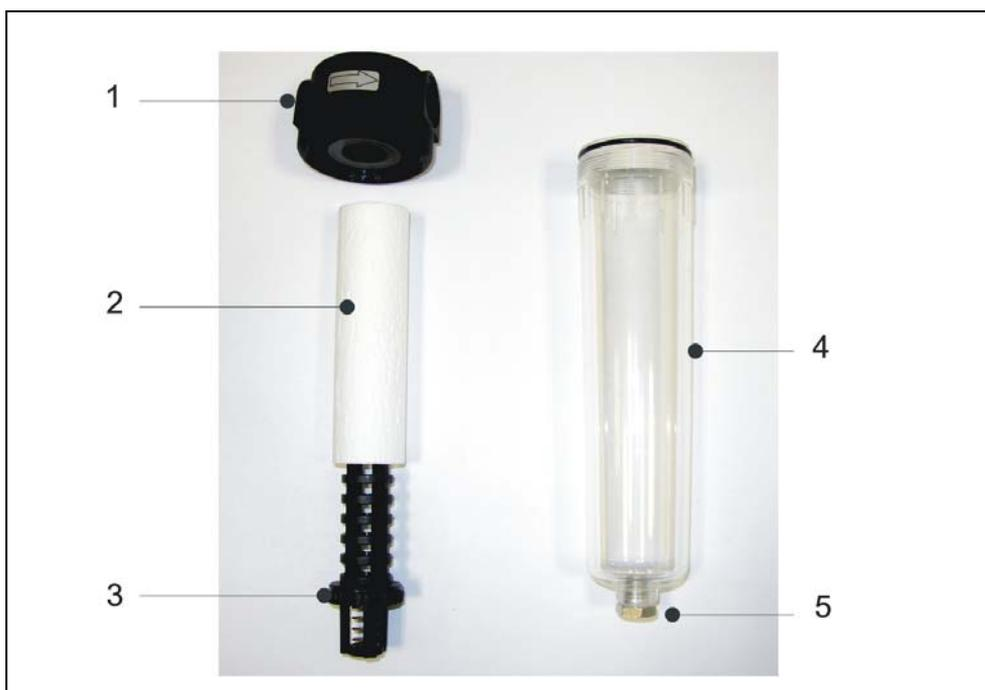

Fig. 9-5 Cartouche filtrante du filtre d'échappement
- Desserrer la vis à six pans au-dessous de la réserve puis vidanger l'huile dans un récipient approprié. À ce propos, voir Fig. 9-5/5. Éliminer l'huile conformément aux consignes locales en vigueur.
- Desserrez la vis de fixation du filtre Fig. 9-5/3 à la main, retirer la cartouche filtrante puis l'éliminer conformément aux prescriptions légales.